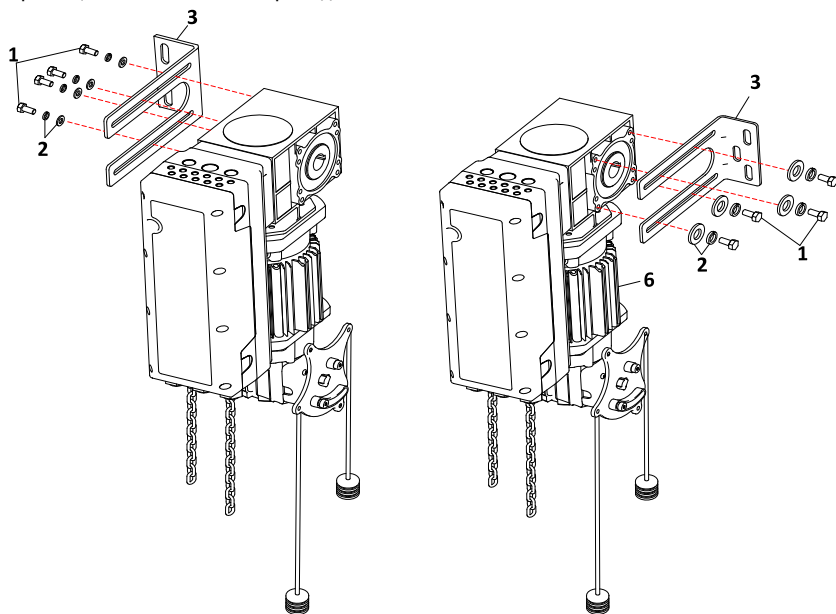

Рисунок 5
2. Монтажный кронштейн (3) может быть установлен слева или справа привода, в зависимости от стороны установки на воротах.
3. Согласно выбранного рабочего положения привода прикрепите винтами (1) с шайбами (2) монтажный кронштейн (3) к приводу (6) не затягивая винтов, чтобы кронштейн перемещался относительно привода (Рис. 5)